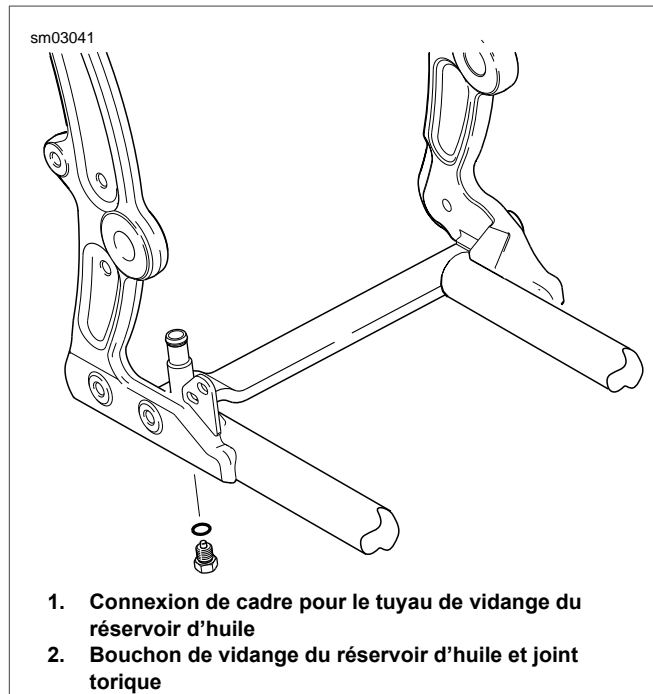

Figure 1-3. Bouchon de vidange du réservoir d'huile
3. Voir Figure 1-3. Déposer le bouchon de vidange d'huile moteur avec le joint torique (2). Laisser l'huile s'écouler dans un contenant approprié.
6. Voir Figure 1-3. Installer le bouchon de vidange du réservoir d'huile (2).